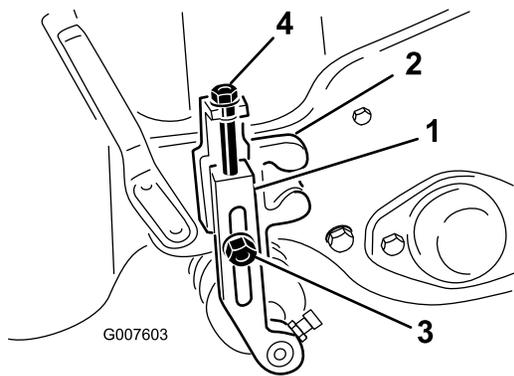

Рисунок 51
2. Ослабьте контргайки, которые крепят рычаги высоты скашивания к кронштейнам высоты скашивания (Рисунок 51).